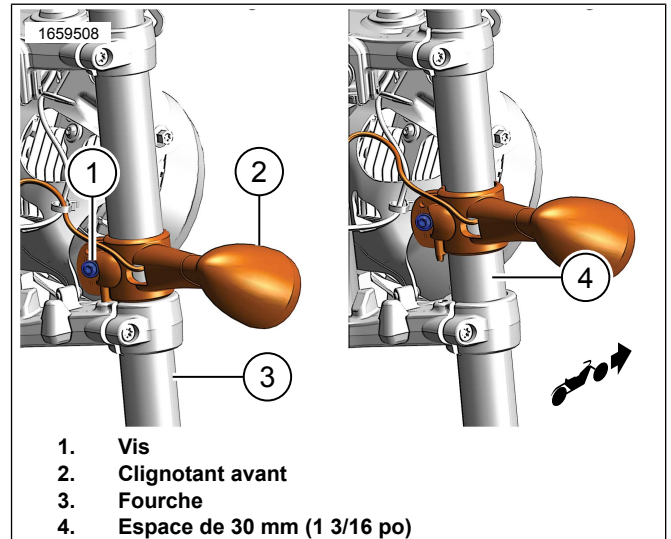

Figure 4. Relocaliser les supports de clignotant
1. Voir la Figure 4. Desserrer la vis (1) sur le clignotant avant (2).
2. Déplacez le clignotant avant (2) d'environ 30 mm (1 3/16 po) (4) vers le haut sur le tube de fourche (3).
3. Serrer la vis (1).